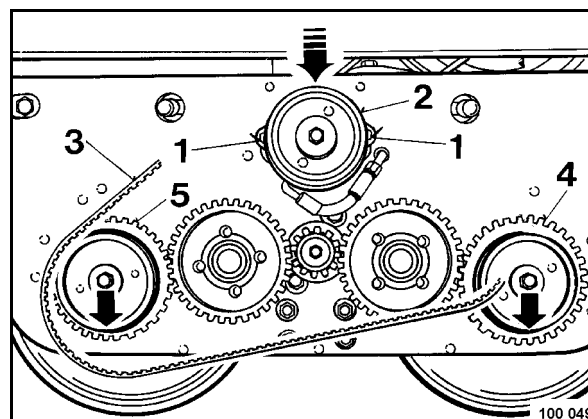

Fig. 67
- Aflojar ambos tornillos de cabeza hexagonal 1 (Fig. 67), presionar el acoplamiento (2) hacia abajo, y retirar la correa dentada (3).